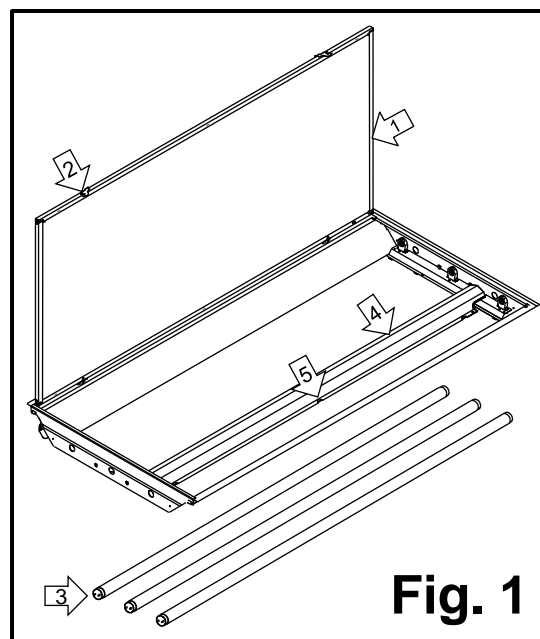

Fig. 1
2. Ouvrez la **porte** (n° 1) en tournant les deux **loquets de la came** (n° 2) [Fig. 1].
3. Retirez les **lampes** (n° 3) à partir des matériaux d'emballage et les mettre dans un endroit sûr [Fig. 1].
4. Retirez le **couvercle du ballast** (n° 4) en pressant et relâchant à partir de **languettes de blocage** (n° 5) [Fig. 1].
11. De dessous du plafond, ouvrez la porte (n° 1) et remplacez le **couvercle du ballast** (n° 4) en le serrant dans les **languettes de blocage** (n° 5) [Fig. 1].
13. Fermez la **porte** (n° 1) en utilisant les deux **loquets de la came** (n° 2) [Fig. 1].